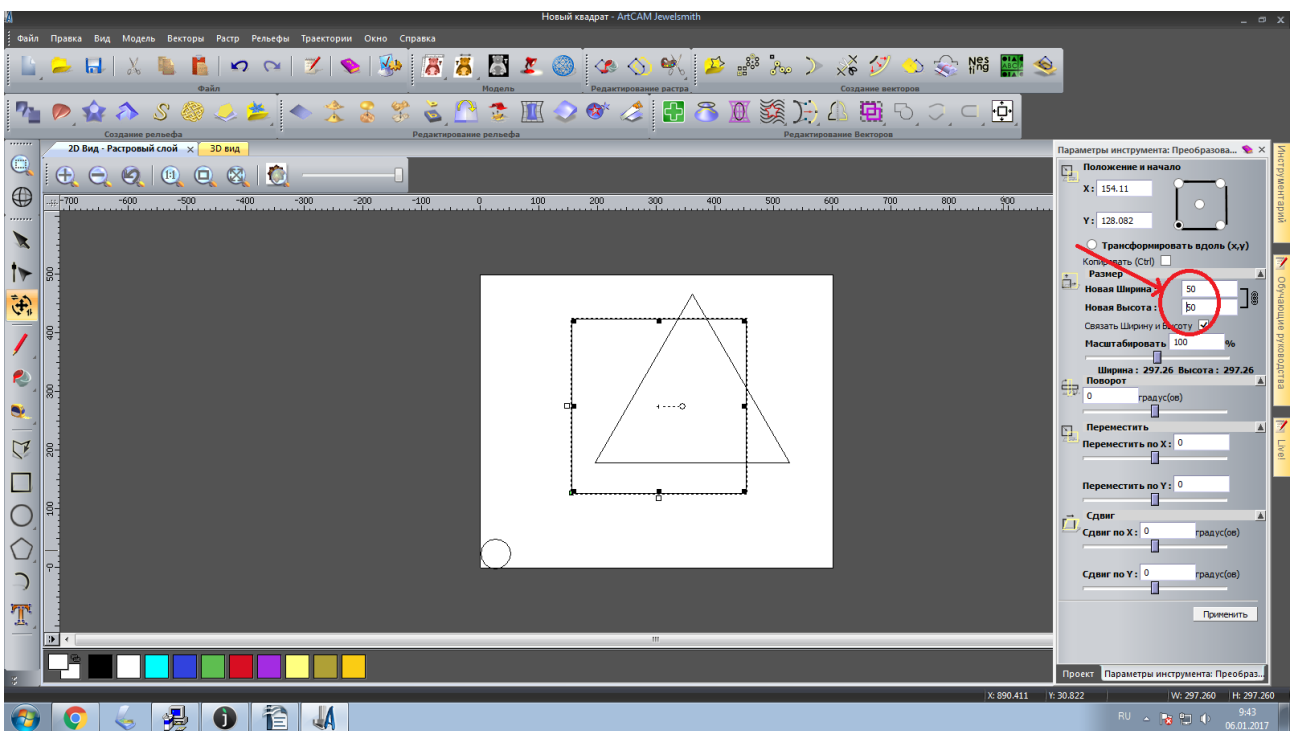

Рисунок 21. Изменение размеров квадрата
22. На панели «Параметры инструмента» укажите ширину 50мм в строке «Новая ширина» и высоту 50мм в строке «Новая высота», рисунок 21